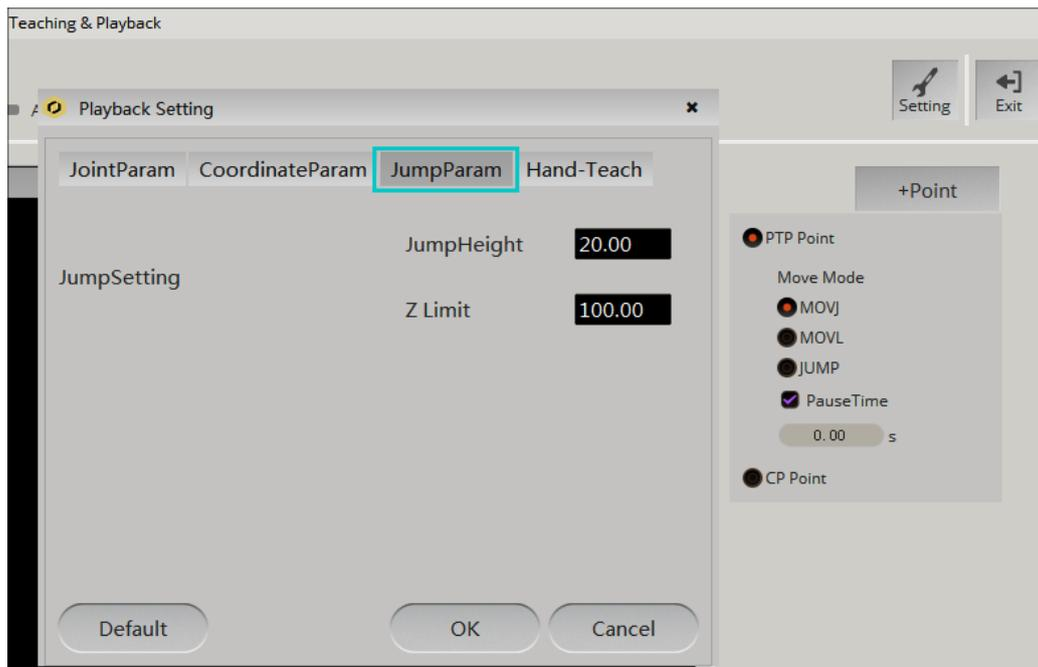

Figure 14 : assignation du paramètre JumpHeight.
- si  $Z_A = Z_B$  alors  $h_A = h_B = \text{JumpHeight}$  où *JumpHeight* en mm est à définir au préalable dans l'onglet Setting/Playback/JumpParam (voir Figure 14),